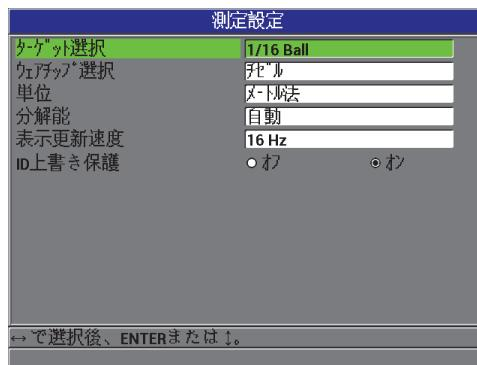

図 6-1 測定設定画面
1. 測定画面で、[設定メニュー] を押してから、測定を選択し測定設定画面を表示します（100 ページ図 6-1 参照）。